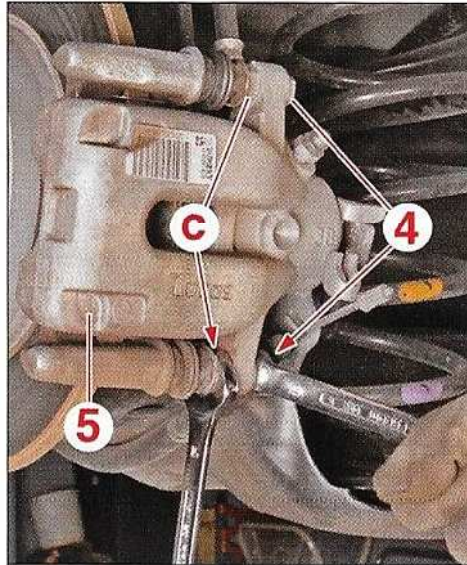

FIG.2
- Déposer les vis (4) en exerçant un contre-couple en (c) (Fig.2).
- Dégager l'étrier (5) de son support.